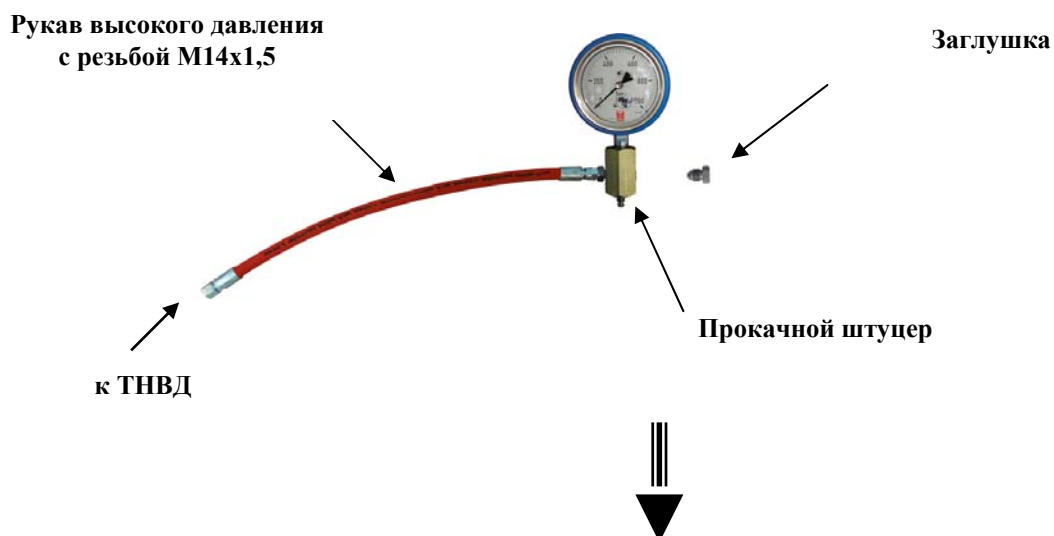

Рис. 10
4.2.4. Данным прибором вы можете также измерить максимальное давление, создаваемое топливным насосом высокого давления на каждом из штуцеров напорной магистрали. Для этого вместо одного из измерительных штуцеров, расположенных на измерительной части (см. рис. 9,10) следует установить заглушку, входящую в комплект: открутите измерительный штуцер и на его место установите заглушку (см. рис.10,11). Перед проведением замеров повторите п.4.2.2 (удалите воздух из конфигурации) с помощью прокачного штуцера. После удаления воздуха восстановите герметичность соединения.